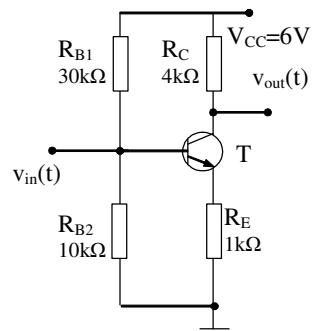

Fig 8. Configurație de tip sarcină distribuită
16. Pentru montajul din fig 8, (sarcină distribuită), determinați amplitudinea maximă a semnalului de la intrare astfel încât tranzistorul să nu intre în saturație. (se considera  $V_{BE} = 0,7\text{V}$  și  $V_{CE\text{ sat}} = 0,2\text{V}$ ,  $\beta=50$ )
17. Pentru montajul din fig 8, (sarcină distribuită), determinați amplitudinea maximă a semnalului de la intrare astfel încât tranzistorul să nu intre în blocare. (se consideră  $V_{BE} = 0,7\text{V}$  și  $V_{CE\text{ sat}} = 0,2\text{V}$ ,  $\beta=50$ )
18. Pentru montajul din fig 8, (sarcină distribuită), determinați amplitudinea maximă a semnalului de la intrare astfel încât tranzistorul să funcționeze tot timpul în regimul activ normal - RAN. (se considera  $V_{BE} = 0,7\text{V}$  și  $V_{CE\text{ sat}} = 0,2\text{V}$ ,  $\beta=50$ ).